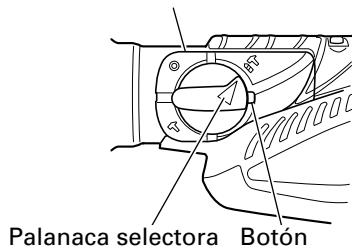

Fig. 6
(1) Cambio a "rotación + martilleo"
- Alinee la marca ▲ de la palanca selectora y ▲ del sujetador de palanca, tal como se muestra en la Fig. 6.